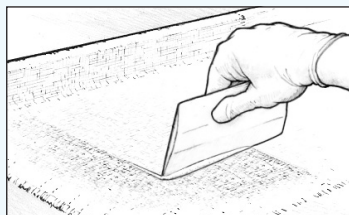

Figura 24 Elimine con la espátula el epoxi sobrante antes de que empiece a gelificarse.
6. Elimine el epoxi sobrante con una espátula (*Figura 24*), usando largas pasadas solapadas con presión uniforme. El objetivo es eliminar el exceso de epoxi que podría hacer que la tela “flotara” y se separara de la superficie, pero evitando crear zonas secas debido a un exceso de presión sobre la espátula. El exceso de epoxi aparece como zona brillante, mientras que una superficie correctamente impregnada tiene una transparencia homogénea, con una textura de tela suave. Las capas posteriores de epoxi rellenarán el tejido.